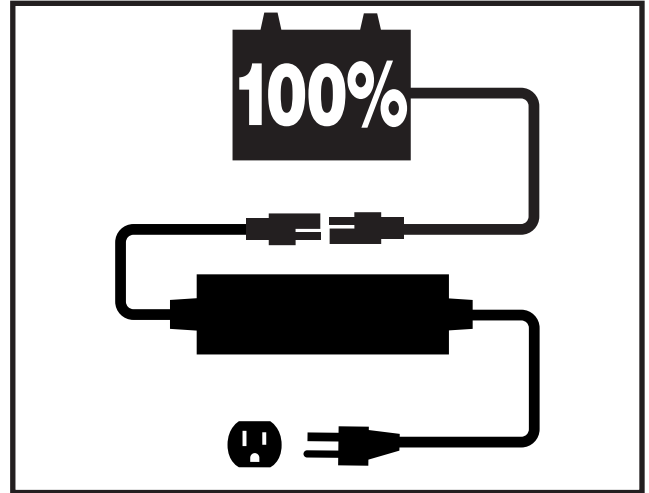

Figura 23. Cargado de batería
2. Conecte el cable del cargador a la toma correspondiente en la parte inferior de la caja de batería, y luego enchufe el otro conector a una toma eléctrica estándar. **Ver figura 23.**